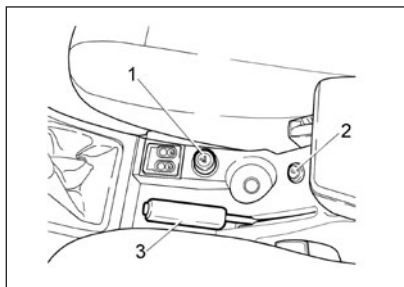
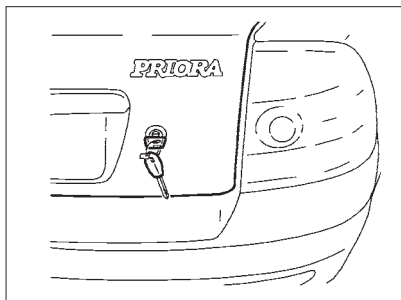

Рис. 30. Прикуриватель
Рис. 36. Открывание багажника
Прикуриватель 1 (рис. 30, позиция 1) работает независимо от положения выключателя зажигания (т.е. и при выключенном зажигании). Воспользоваться прикуривателем можно нажатием на кнопку подвижной части (патрона) до ее фиксированного положения. Примерно через 20 секунд подвижная часть (патрон) автоматически возвращается в исходное положение и готова к применению.
Рис. 30а. Размеры вилки для подключения дополнительных электроприборов в патроне
11. Использование аксессуаров, не соответствующих размерам на рис. 30а, может привести к плохому контакту и застреванию вилки (разъема).
Замок крышки багажника открывается кнопкой  на пульте дистанционного управления или поворотом по часовой стрелке ключа в замке (рис. 36). **В варианном исполнении** замок крышки багажника открывается выключателем 2 из салона (рис. 30). Освещение в багажнике включается при открытии крышки багажника и включенными габаритными огнями только **в варианном исполнении**.